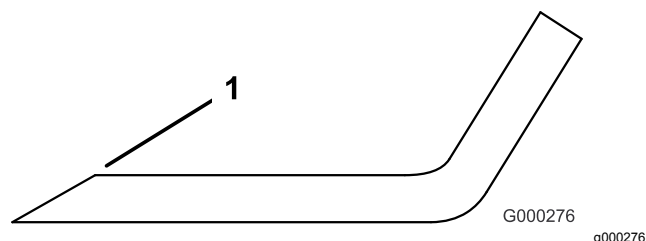

Figure 80
- Examinez les tranchants de toutes les lames et aiguissez-les s'ils sont émoussés ou ébréchés. N'affûtez que le haut du tranchant et conservez l'angle de coupe d'origine (Figure 80). Limez la même quantité de métal sur chacun des deux tranchants pour ne pas déséquilibrer la lame.